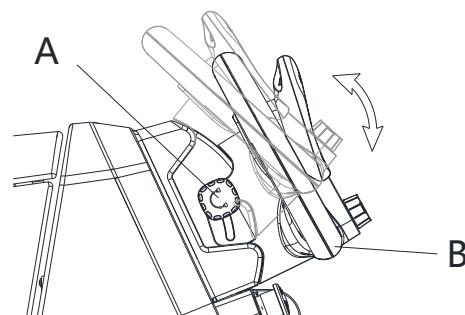

Abb. 8
2. Lockern Sie den Knopf zum Feststellen des Griffes (5), bis der Lenker (B, Abb. 8) bewegen kann.
3. Stellen Sie den Betriebswinkel ein und verriegeln Sie ihn mit dem Knopf zum Feststellen des Griffes (A).